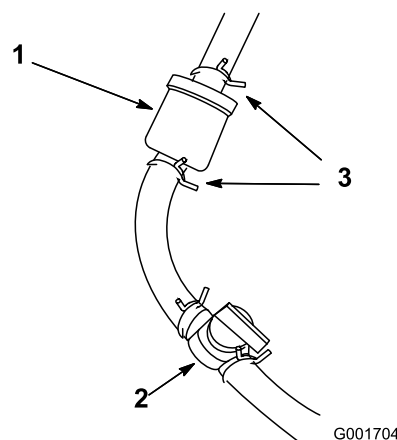

Figure 34
3. Fermez le robinet d'arrivée de carburant (Figure 34).
4. Desserrez le collier de serrage au niveau du filtre à carburant et éloignez-le du filtre (Figure 34).
5. Débranchez les conduites d'alimentation du filtre (Figure 34). Ouvrez le robinet d'arrivée de carburant et laissez l'essence s'écouler dans un bidon ou un bac de vidange.
6. Raccordez la conduite d'alimentation au filtre. Rapprochez le collier de serrage du filtre pour fixer la conduite d'alimentation (Figure 34).